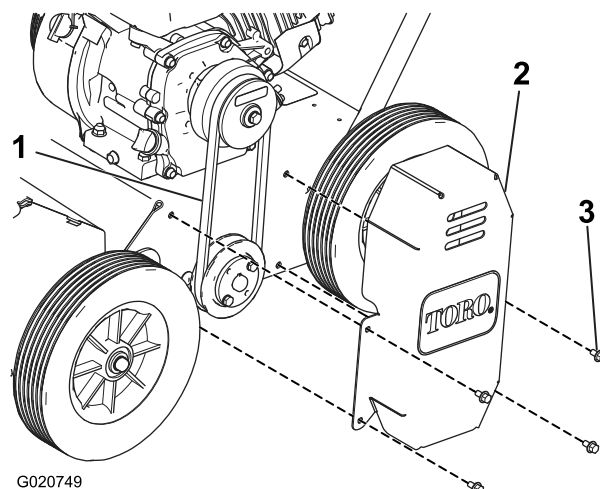

Figure 19
2. Retirez les 4 boulons retenant le couvercle de courroie sur le côté gauche de la machine et retirez le couvercle (Figure 19).
3. Vérifiez la tension de la courroie (Figure 19).